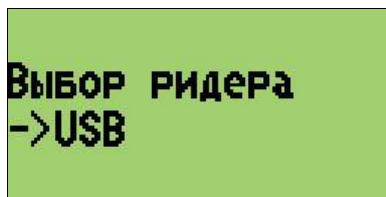

Рис. 5. Окно выбора порта для подключения ридера
5. С помощью кнопок перемещения курсора ▼ и ▲ выберите порт «**USB**» (см. Рис. 5).